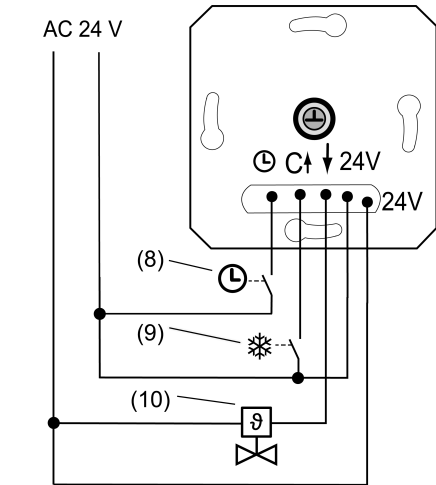

Bild 2: Anschlussbeispiel des Einsatzes
- Elektrothermischen Stellantrieb (10) an Einsatz (1) gemäß Anschlussplan (Bild 2) anschließen. Leiterquerschnitte beachten (Bild 3).
- Optional den Eingang ECO-Betrieb ☉ über einen Schaltkontakt einer Zentraluhr (8) be- schalten.